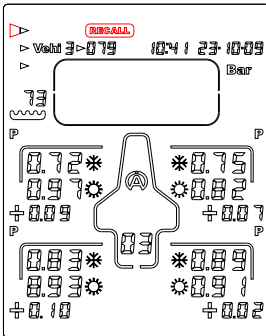

Abbildung 8
- 1) Mit den Tasten , , , , wählen Sie das Symbol "RECALL" (Abbildung 8)